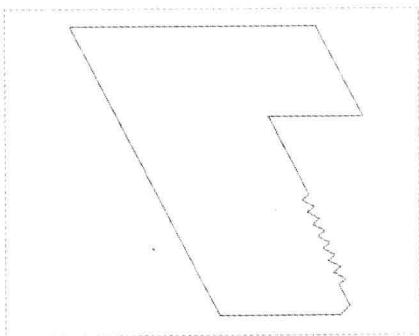

图 9-95 图形文件
Step 01 按【Ctrl+O】组合键，打开图形文件，如图 9-95 所示，在“功能区”选项板的“模型”选项卡中，单击“形状”面板中的“旋转”按钮 .